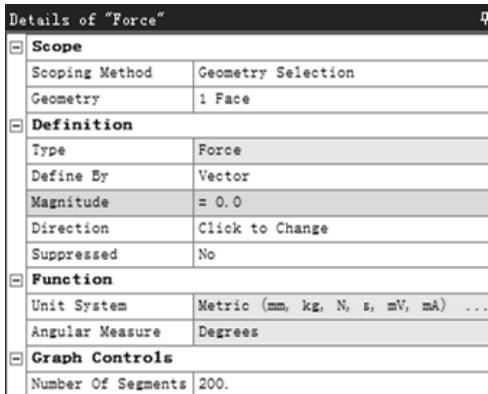

图 4.2.18 “ Details of ‘ Force ’”对话框（三）
- Function** 选项：选中该选项，用于定义函数类型的载荷，此时的对话框如图 4.2.18 所示，在对话框中的 **Number Of Segments** 文本框中输入表格段数。在图